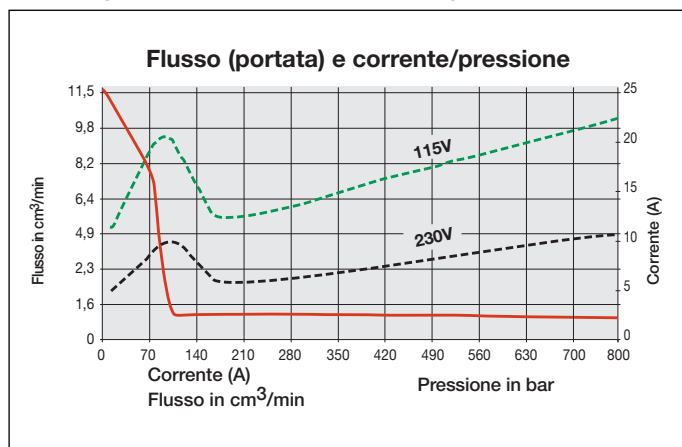

Figura 1, Diagramma di flussot
3.2 Diagramma di flusso (vedere figura 1):
1.7*	42,7 (700)	32,66 (535)	4,6 (76)	3,66 (60)	115-1-50/60 230-1-50/60	85-90	98,5-704 per la versione "Q" 98,5-816 per la versione "E"
*L'effettivo consumo del motore dipende dall'applicazione. Vedere la figura 1.